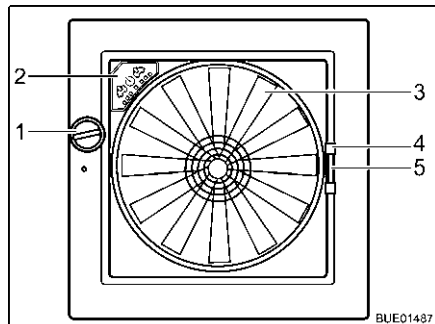

Fig. 92 Oblò Omni-Vent
- Apertura:** ■ Ruotare la manopola (Fig. 92,1), finché non si raggiunge l'angolo di apertura desiderato.
- Chiusura:** ■ Ruotare la manopola (Fig. 92,1), finché l'oblò non è completamente chiuso.
- Chiusura:** ■ Tirare la zanzariera per l'impugnatura (Fig. 92,4) verso il lato opposto del telaio.
- Chiusura:** ■ Serrare la maniglia (Fig. 92,5) dell'oscurante.
Se l'oblò è aperto, la zona interna può essere sfiata con il ventilatore a 6 stadi (Fig. 92,3). Il ventilatore si controlla dal quadro di comando (Fig. 92,2).